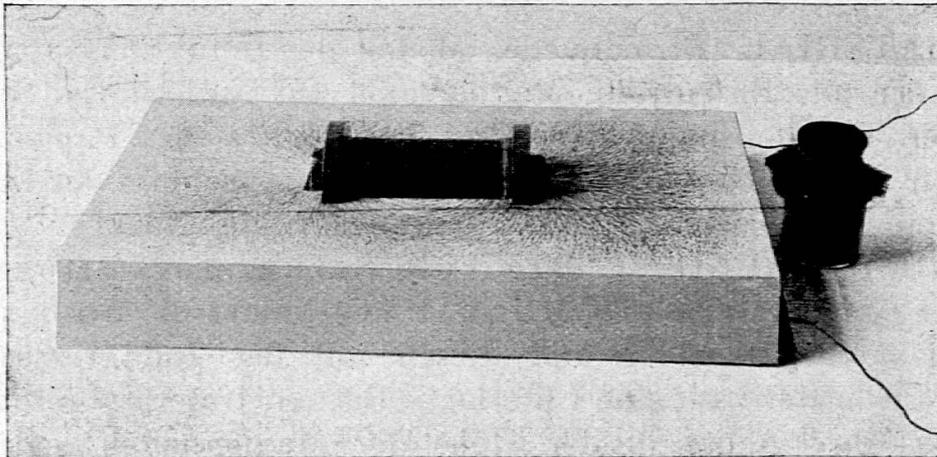

Fig. 29.
**MATERIAL.** Stromquelle. Modell des Induktionsapparates mit Kern aus Eisendraht. Magnetnadel auf Nadelstativ. Stromwender. Eisenfeilspäne. Nähfaden. Ein Blatt steifes Papier. Ein Karton mit einem Ausschnitt, der dem Längsschnitt der Induktionsspule entspricht. (Fig. 29.) Leitungsdrähte. Nagel.
das Kraftlinienbild her. (Es entspricht dem Kraftlinienbild des Stabmagneten.) (Fig. 29.)
Der Karton. Aus einem Stück Halbkarton von etwa 48 cm Länge und 31 cm Breite schneidet man den Rand in einer Breite von 4,5 cm halb durch. Durch Leinwandstreifen, die auf der Unterseite über die Bruchkanten geleimt werden, erhält die Vorrichtung grössere Festigkeit. Aus der Mitte des Kartons schneidet man eine Figur, die dem Achsenlängsschnitt der Induktionsspule entspricht. Der Karton wird bei der Herstellung der Kraftlinien auf die Induktionsspule gelegt und seine Ränder abwärts gebogen, so dass ein Tischchen entsteht. Siehe Fig. 29.